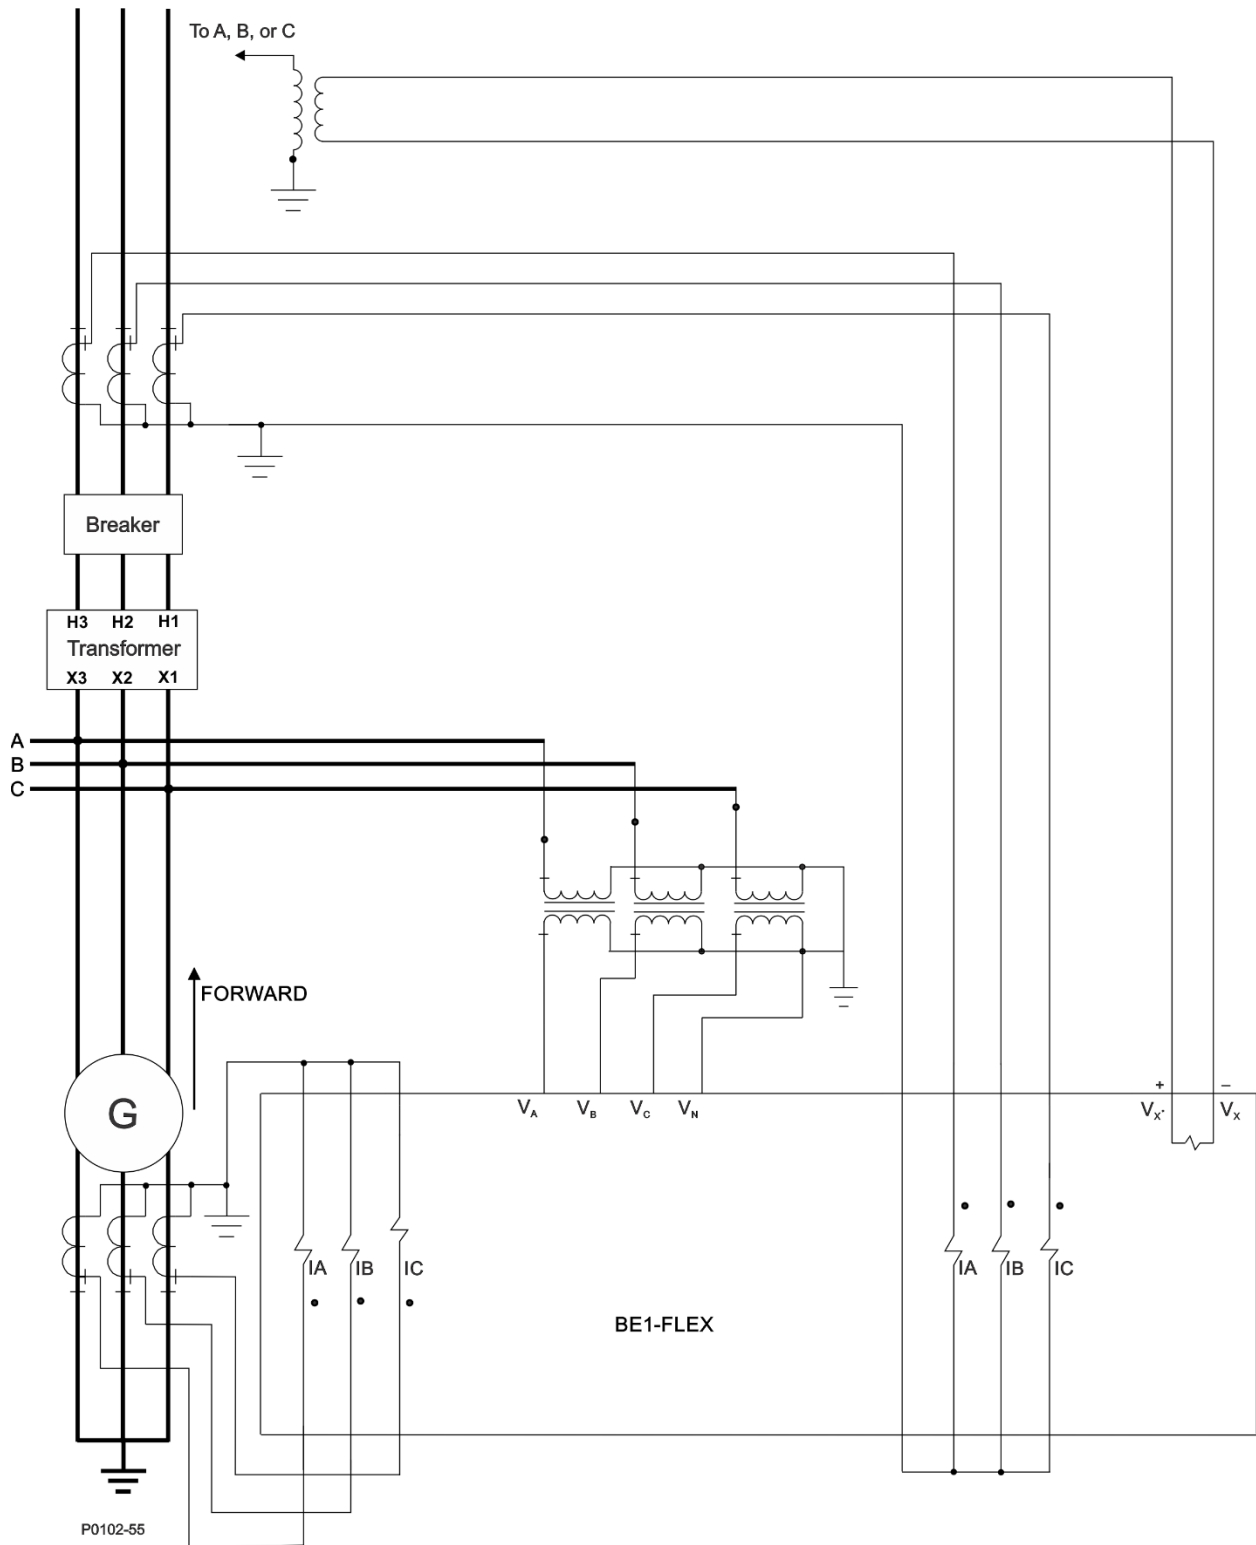

Figura 5-4. Conexiones CA típicas para el diferencial en general
- Diferencial en general: Figura 5-4